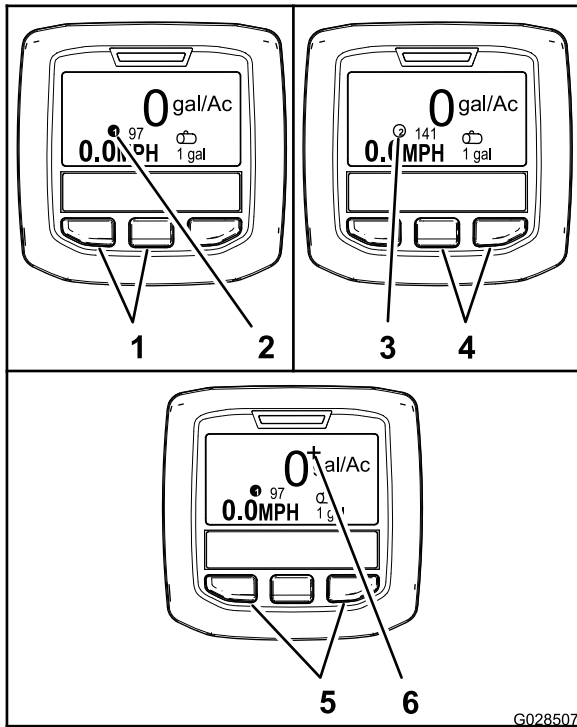

Figure 65
- Pour sélectionner le débit d'application 1, appuyez sur les 2 boutons de gauche de l'InfoCenter (Figure 65).
- Pour sélectionner le débit d'application 2, appuyez sur les 2 boutons de droite de l'InfoCenter (Figure 65).
- Pour intensifier temporairement le débit d'application, appuyez de manière prolongée sur les 2 boutons extérieurs (Figure 65).